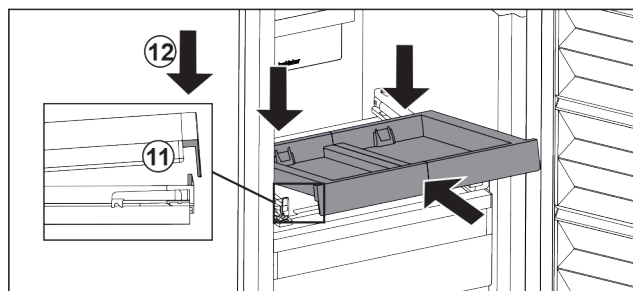

Fig. 45
- Schräg einschieben. Darauf achten, dass auf beiden Seiten der Anschlag hinter der Lasche ist. Fig. 45 (11)
- Auszugsbord vorne absetzen. Fig. 45 (12)